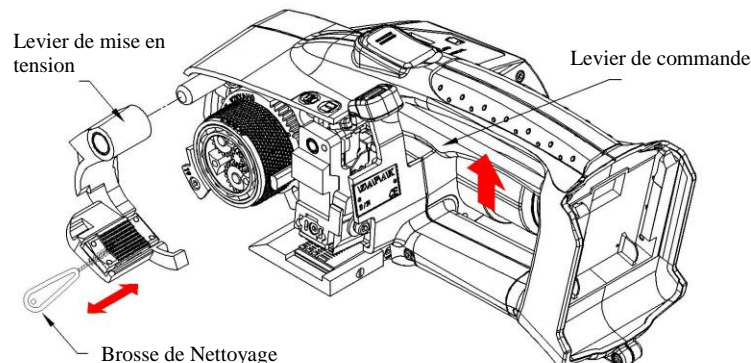

FIGURE 18. Nettoyage des Pinces de Bande
7.2.2 Méthode de nettoyage intégral : (Consultez la Figure 18)
Étape 1 : Dévisser et retirer les 3 vis M4 × 0,7 × 12 mm (1), la vis M4 × 0,7 × 10 mm (2) et le couvercle latéral (3) peut être retiré.